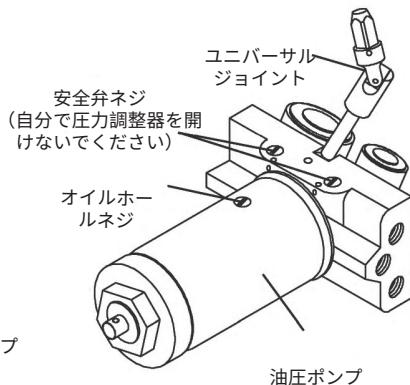

図 2
- 1) オイルホールネジを緩めますが、ネジを外さないでください（図2参照）。
- 5) オイルホールネジを締めます（図2参照）。
- 1) オイルホールネジを外します（図2参照）。